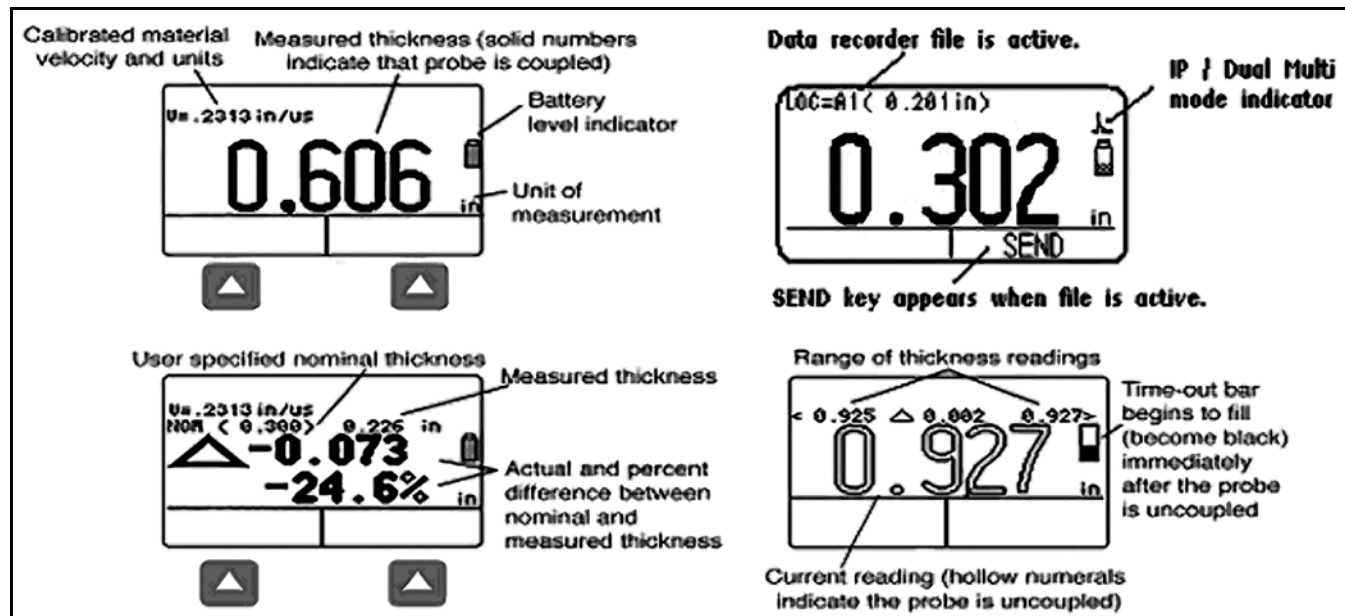

图 3: 测量显示模式
- **测量值显示模式** - 指示测得的厚度，包含状态图标，显示数据记录文件位置和文件名（如果已安装并起动该选件）。第 10 页的图 3 显示了四个具有代表性的显示屏。该显示区域的外观根据安装的仪器选件和仪器的显示设置而发生变化。如果安装了 Dual Multi 或 Data Recorder（数据记录）选件，还可提供额外的测量视图模式。